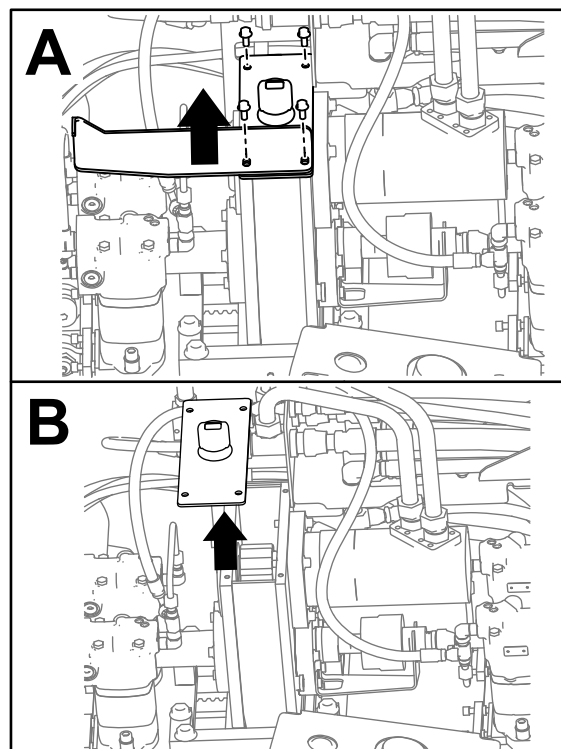

Figura 135
3. Retire los 4 pernos de la placa del protector y de la caja de engranajes (Figura 135, A).
4. Retire la placa del protector (Figura 135, A).
5. Retire la tapa de la caja de engranajes y extraiga el aceite con sifón (Figura 135, B).
9. Vuelva a colocar el protector en su lugar e instale los 2 pernos (Figura 135, A).
10. Instale los otros 2 pernos que sujetan la tapa a la caja de engranajes (Figura 135, A).